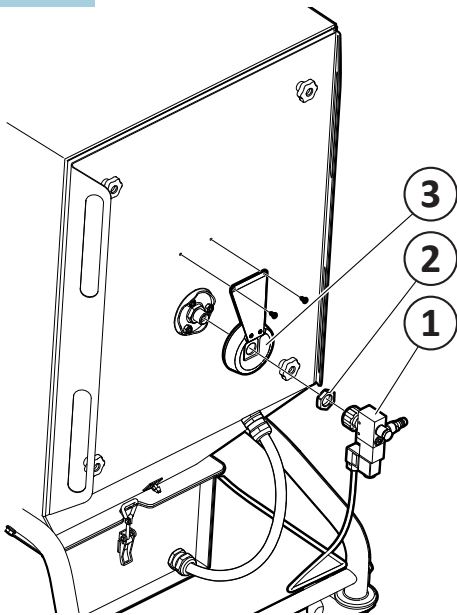
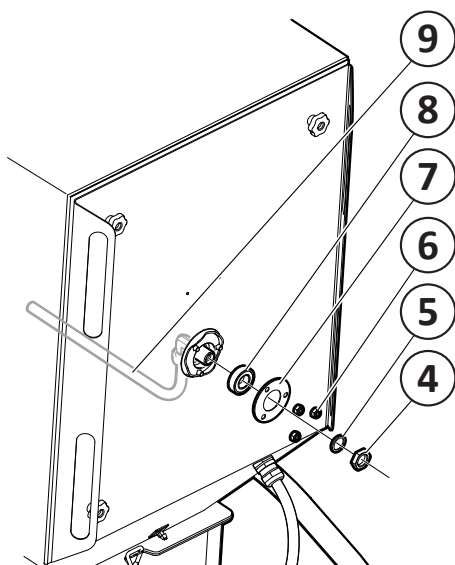

Fig. 18
Fig. 19
1. Dévissez la vanne d'air comprimé (1, Fig. 18).
2. Dévissez l'écrou (2).
3. Dévissez la protection contre le contact (3).
4. Dévissez l'écrou (4, Fig. 19) de la buse (9) et démontez la rondelle (5).
12. Remettez en place la protection contre le contact (3, Fig. 18), l'écrou (2) et la vanne d'air comprimé (1).